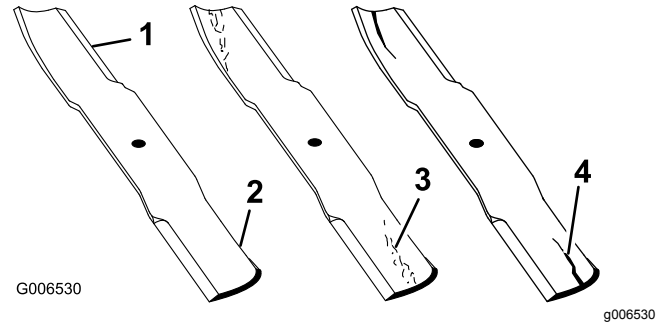

Figura 75
1. Inspeccione as extremidades de corte (Figura 75).
4. Se verificar quaisquer fissuras, desgaste, ou a formação de ranhuras nesta área instale imediatamente uma lâmina nova (Figura 75).